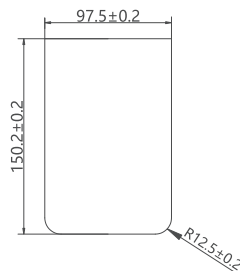

图6.2b) 托板安装 (柜门开孔) 尺寸图
6.4.4 图6.2b)：托板安装（柜门开孔）尺寸图，托板（含操作面板）可以安装此柜门门板上。